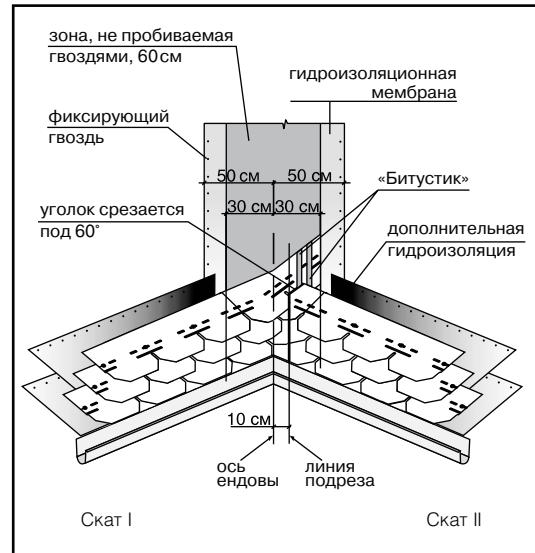

Рис.3
### Ендова (рис. 3)
- на прилегающем скате (II) вдоль оси ендовой на расстоянии 30 см от нее отбивается линия;
- лист, подходящий к ендовой со ската II, должен доходить до линии подрезки и обрезаться по ней. Верхний уголок обрезанного края листа подрезается под углом 60° (5 x 3 см – рис. 3);